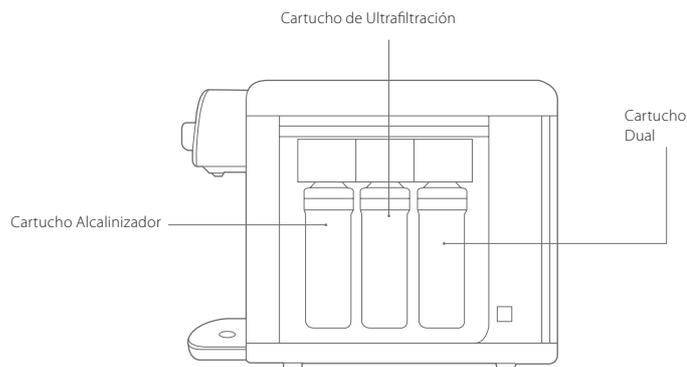

Figura 31.
2. Verifica la posición de los Cartuchos de acuerdo a Figura 31.